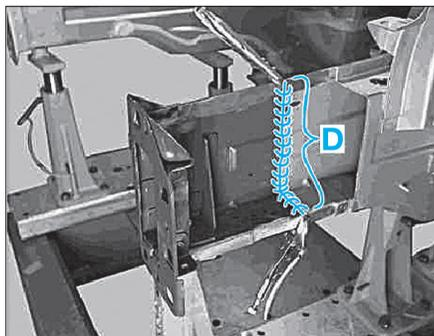

FIG. 3
- Souder la partie avant de longeron sur le longeron (zone D) (Fig.3).